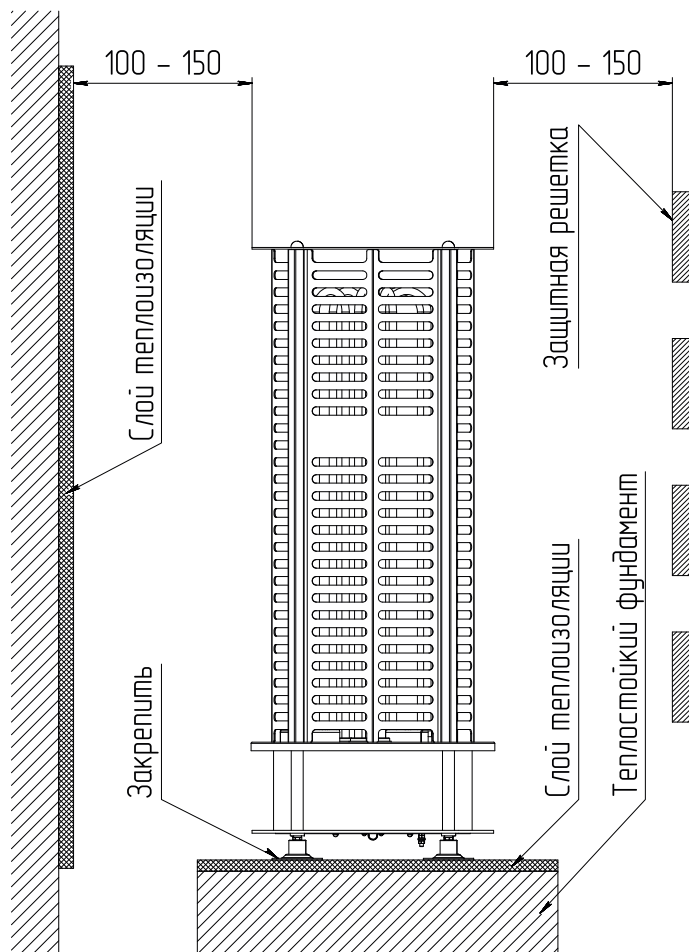

Рис.2 Схема размещения электрокаменки в помещении
- Электрокаменка должна устанавливаться на термостойкий фундамент (**Рис.2**);
Расположение электрокаменки в помещении с учетом необходимого для обслуживания расстояния показано на **Рис.2**.